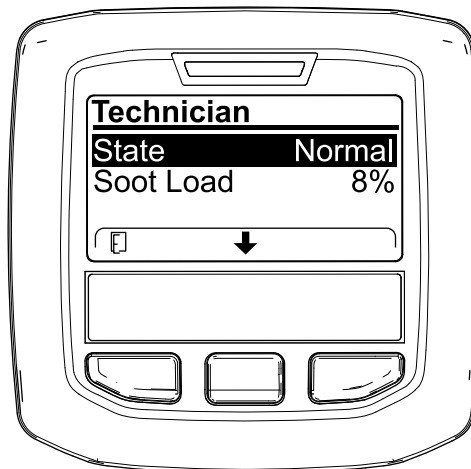

図 72
- DPF 稼働記録表で、現在の DPF の状態を確認する 図 72。